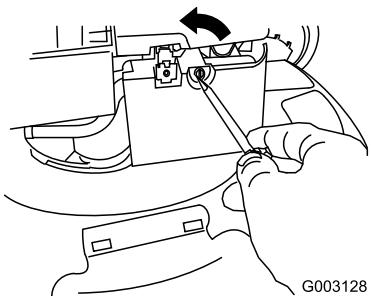

Figura 34
- Utilice un destornillador para abrir la tapa del filtro de aire (Figura 34).